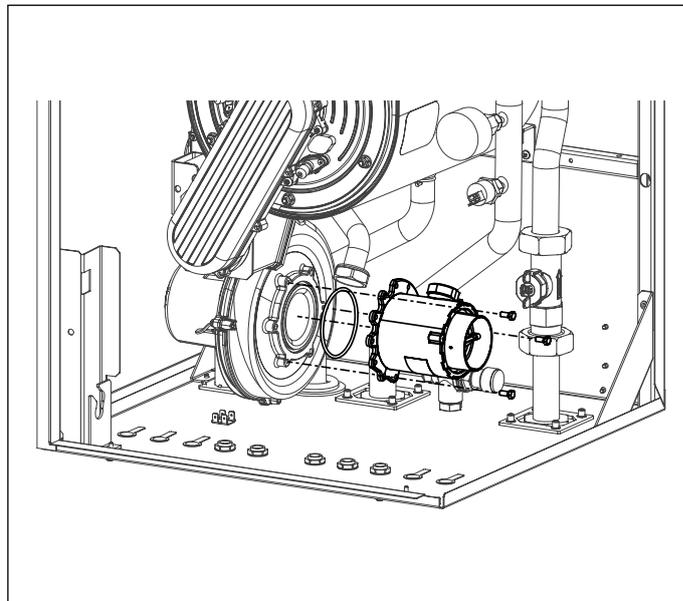

Fig. 42 Mélangeur
- Retirer le mélangeur en desserrant les trois vis à tête hexagonale (voir Fig. 42 Mélangeur).
- Installer le mélangeur assemblé au ventilateur avec les vis à six pans, en prenant soin de repositionner, entre le mélangeur et le ventilateur, le joint torique d'étanchéité (voir Fig. 42 Mélangeur).